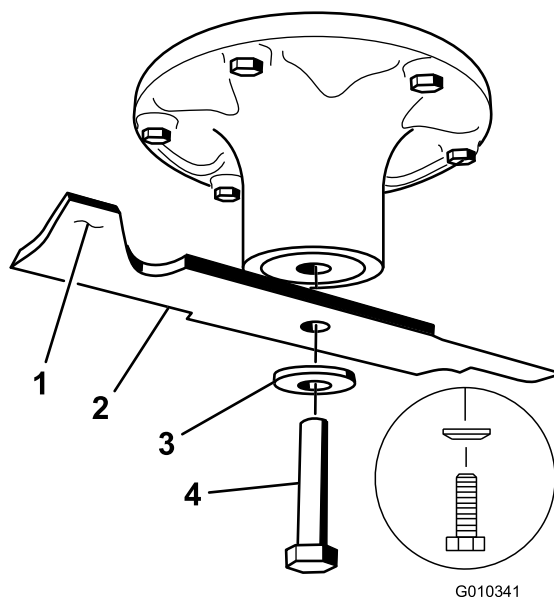

Figura 76
- Retire del eje el perno de la cuchilla, la arandela curva y la cuchilla (Figura 76).